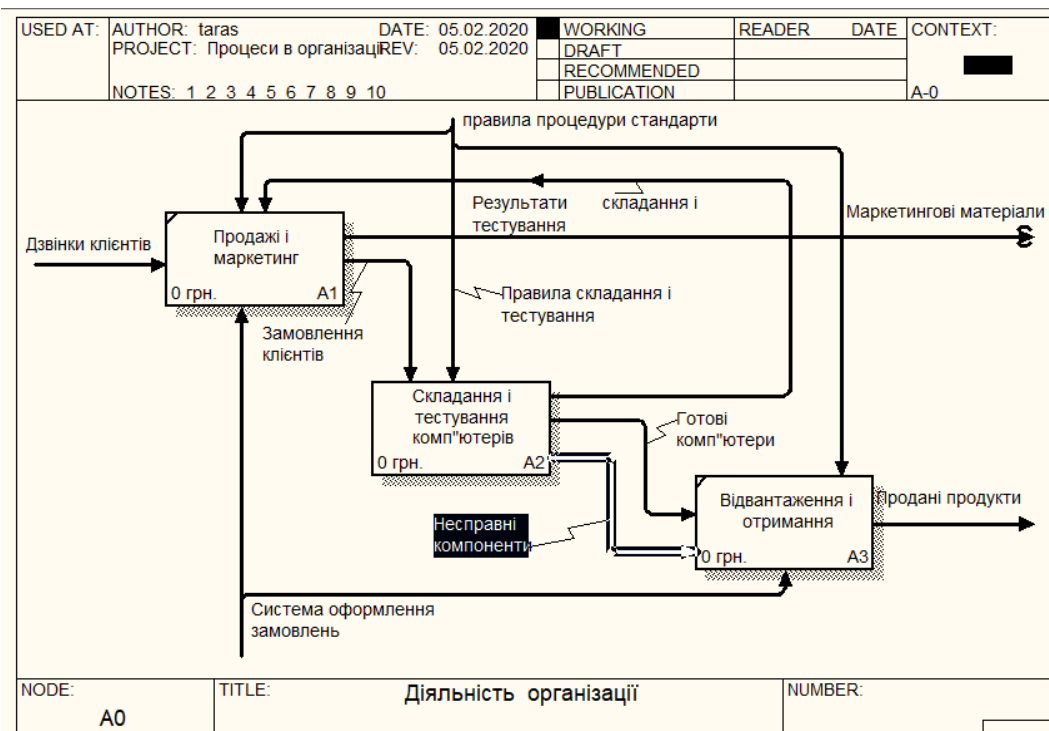

Рис.2. Приклад діаграми декомпозиції блоку A0.
- 5) Побудувати діаграму декомпозиції, використовуючи як підказку діаграму, зображену на рис.2. Для переходу до декомпонованого процесу і наверх використовуйте кнопки панелі інструментів Go to Child Diagram і Go to Parent Diagram. Під час декомпозиції слід вказати нотацію нової діаграми (у нашому випадку IDEF0) і вибрати кількість робіт у ній (у прикладі 3). Можна у процесі роботи над декомпонованою діаграмою додати необхідну кількість блоків робіт за допомогою панелі інструментів. Як правило, роботи на діаграмі декомпозиції розміщуються у порядку домінування зліва – направо. Візуальною ознакою наявності декомпозиції деякої роботи є відсутність невеликої діагональної риски у її лівому верхньому куті.